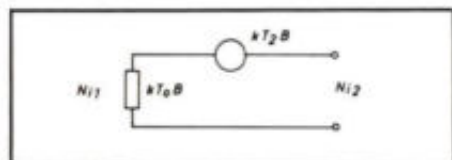

Fig. 6.
$$N_{i2} = kT_0 B + kT_2 B \text{ (zie fig. 6)} \quad (23)$$